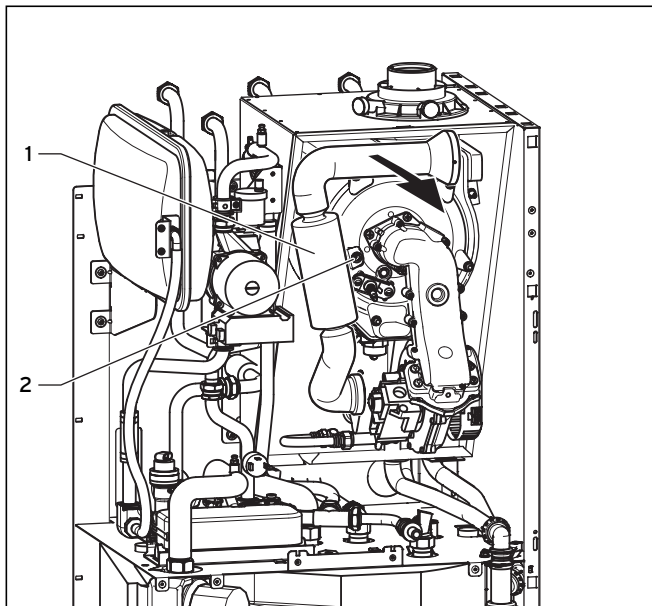

Fig. 6.4 Vipp bort innføringsrørforlengelsen (avbildet VSC 126-C 140/VSC 196-C 150
- Vipp innføringsforlengelsen (1 fig. 6.4) oppover igjen.
- Fest innføringsrørforlengelsen (1 fig. 6.4).